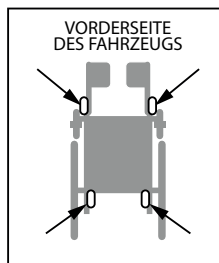

Abbildung 4.
HINWEIS: Siehe Abbildung 4 zur Position der vier (4) von Motion Composites installierten WTORS-Ladungssicherungspunkte